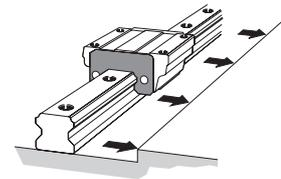

图 4-3 将基准面对上 LM 轨道
- (2) 将 LM 轨道轻轻地放置于底座上后, 不完全锁紧装配螺栓使 LM 轨道与安装面轻轻地靠紧。(底座的横向基准面要与 LM 轨道有标记线的一侧对上。)(图 4-3)